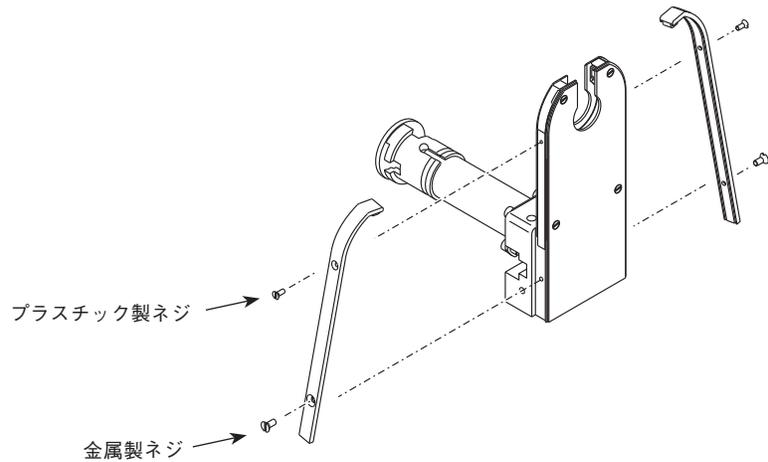

図 55：サイド・シールドを取り付ける
8. サイド・シールドの曲がった端部をインサート上部のくぼみに合わせ、サイド・シールドを下方に抑えて固定します。図 55 をご参照ください。